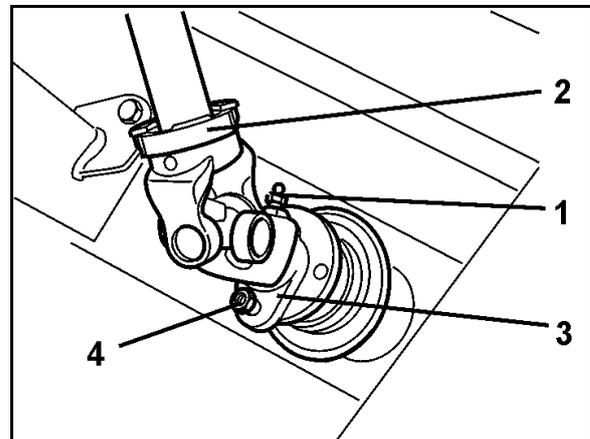

Fig. 90
2. Staccare il nipplo di lubrificazione (Fig. 90/1) nella forcella di collegamento (Fig. 90/3) dell'albero cardanico (Fig. 90/2).
3. Rimuovere il bullone di sicurezza (Fig. 90/4) tra la flangia della forcella dell'albero cardanico e la flangia dell'albero d'ingresso del riduttore.